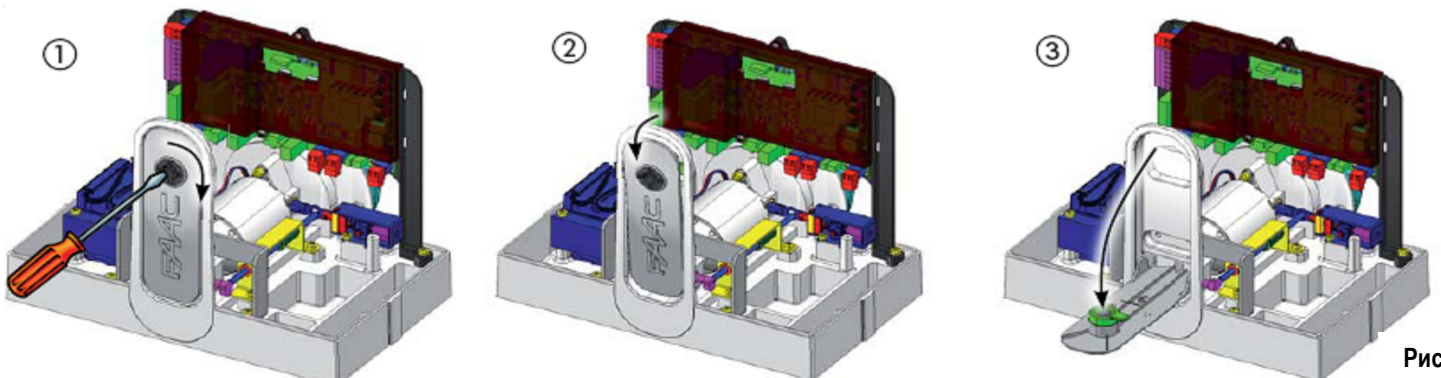

Рис.21
- 1) Ключ разблокировки поворачивается по часовой стрелке, как показано на рис. 21 (поз.1). Рычаг разблокировки отойдет немного в сторону от привода (рис 21, поз. 2)
- 2) Рычаг разблокировки опускается до механического упора (рис.21 поз. 3)